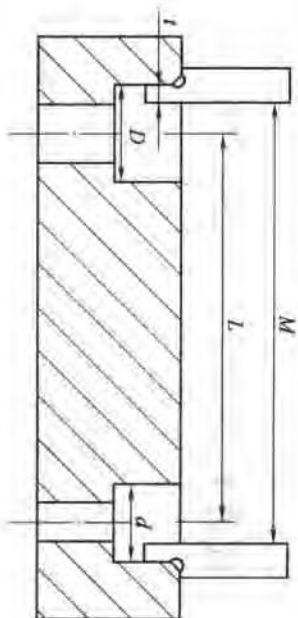

图 1—3
1. 如图 1—3 所示, 用双面游标卡尺测得 M 为 100.04 mm, 卡尺每个量爪宽度 l 为 5 mm, 两孔直径分别是 $D=24.04$ mm, $d=15.96$ mm, 求两孔中心距 L 。